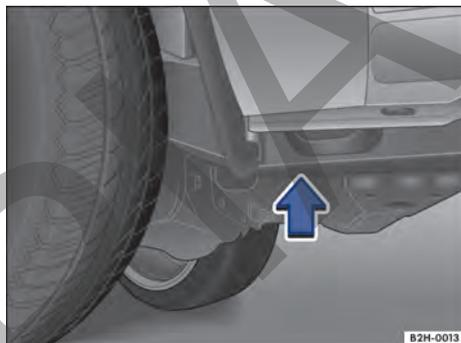
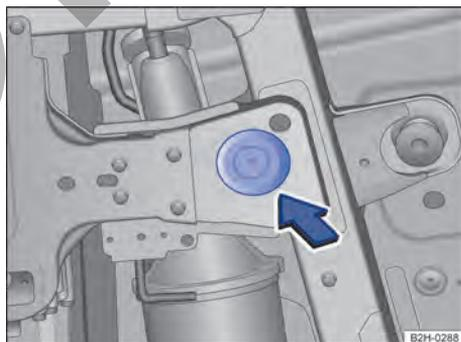

Fig. 198 Desde el lateral: punto de apoyo para el crique en la parte delantera.
Fig. 199 Desde abajo: punto de apoyo para el crique en la parte delantera.
Coloque el crique únicamente en los puntos que se indican → **Fig. 198** (visto desde un lateral) o → **Fig. 199** (visto desde abajo).
3. Busque en la parte delantera → Fig. 198 o trasera → Fig. 199 el punto de apoyo para el crique que esté más cerca de la rueda que haya que cambiar.
6. Asegúrese de que el crique se encuentre debajo de las zonas marcadas en la parte delantera → Fig. 198 o trasera → Fig. 200.
7. Centre el crique y siga subiéndolo hasta que su superficie de apoyo toque el punto de apoyo → Fig. 199 o uno de los rebajes → Fig. 201.
- Coloque el crique solamente en los puntos descritos → Fig. 198 y → Fig. 199.